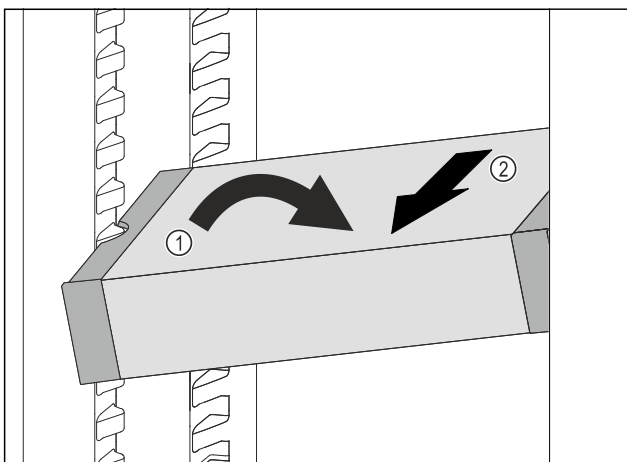

Fig. 119
- Impostare il vano frigorifero di VarioSafe ad angolo. Fig. 119 (1)
- Rimuovere VarioSafe tirando in avanti. Fig. 119 (2)